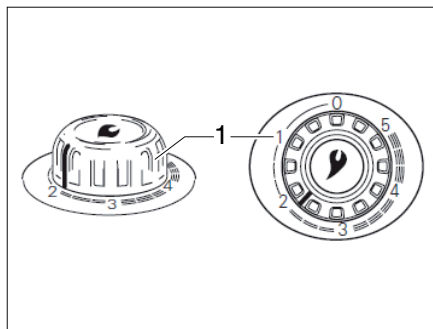

Fig. 108 Bouton tournant du chauffage à air chaud
- Régler le bouton tournant du chauffage (Fig. 108,1) sur la position voulue et l'enfoncer à fond.
- Mettre le bouton tournant du chauffage (Fig. 108,1) sur "0". L'allumage automatique est mis hors service en même temps.
- ▷ Vous trouverez des informations complémentaires dans le mode d'emploi séparé "Truma S 3004 (P) / S 5004".